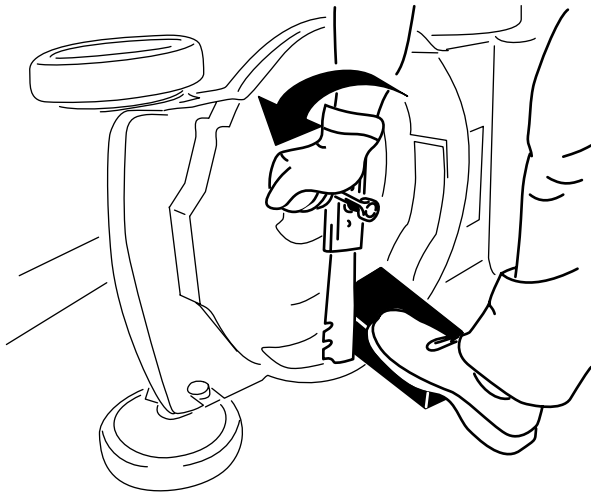

Figure 26
3. Immobilisez la lame avec un morceau de bois (Figure 26).
4. Déposez la lame et conservez les fixations (Figure 26).